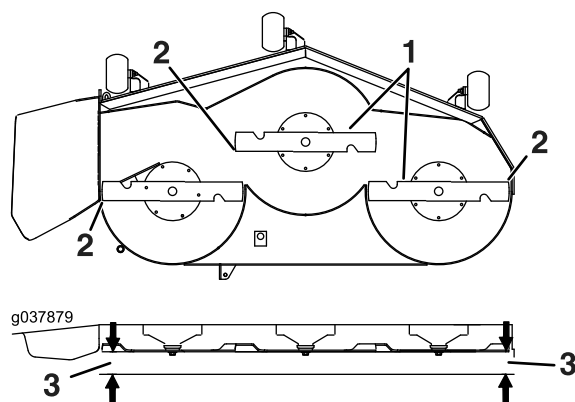

Figure 85
6. Mesurez la distance entre la pointe des lames et le sol plat (Figure 85). Si les deux mesures diffèrent de plus de 5 mm (3/16 po), ajustez l'horizontalité des lames; poursuivez cette procédure.
14. Tournez prudemment les lames pour qu'elles soient parallèles dans le sens transversal (Figure 85).